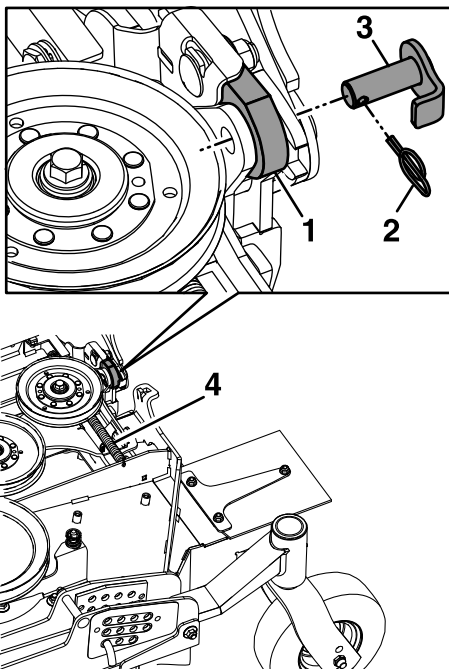
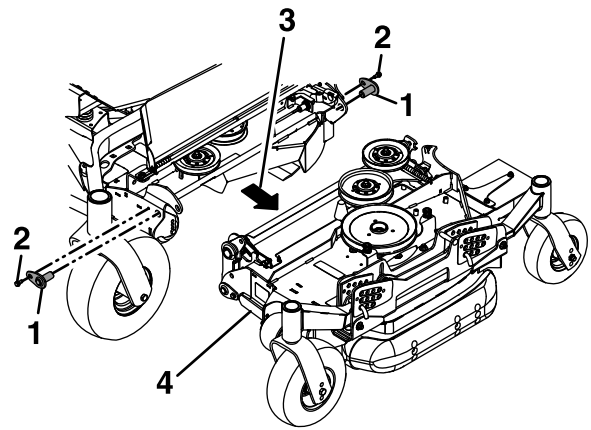

Figura 3
Figura 4
7. Retire y guarde los muelles que están sujetos a la parte trasera de las cubiertas de las carcasas laterales, así como los pernos que sujetan los pasadores de pivote superiores a la carcasa; luego retire los pasadores de pivote (Figura 3 y Figura 4).